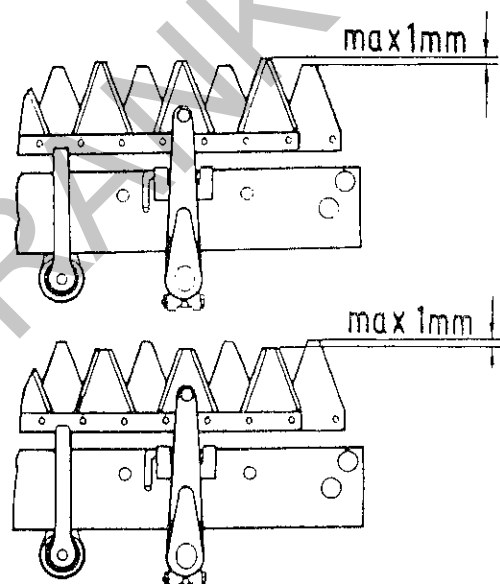

Abb. 25
- Nach längerer Gebrauchszeit kann es vorkommen, daß die Klingen des Obermessers zu denen des Untermessers vorstehen (Abb. 25). Mehr als 1 mm ist nicht zulässig, und eine Korrektur wird notwendig.